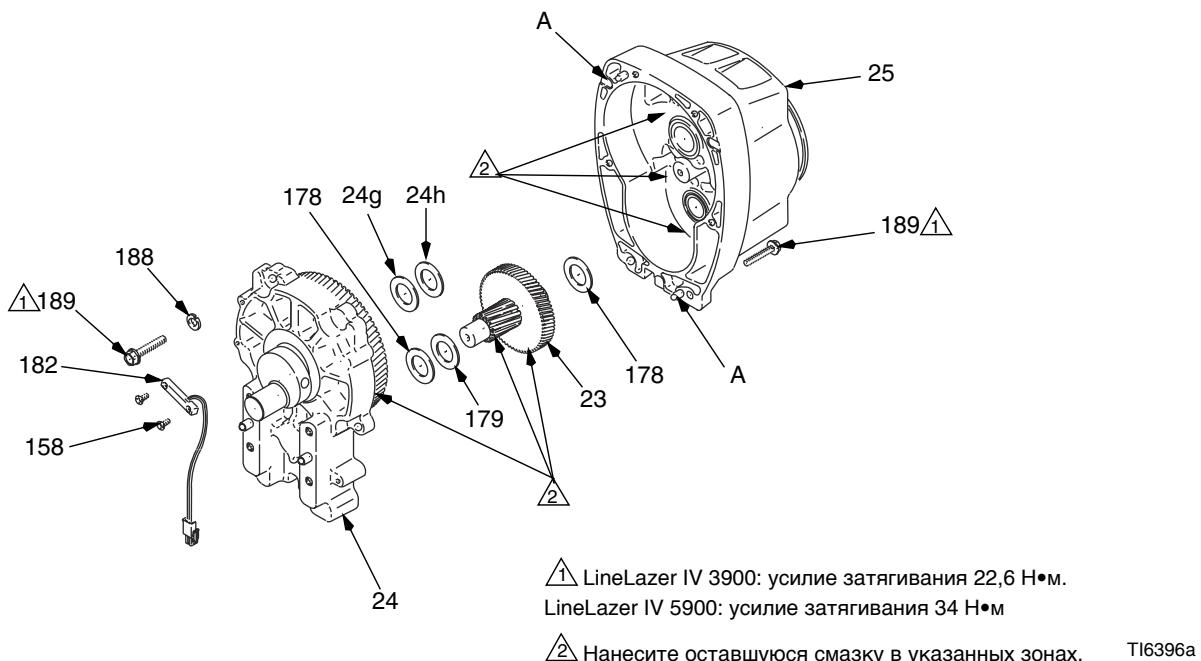

Рис. 3
- Рис. 3. Снимите корпус подшипника. Выполните действия **Корпус подшипника и шатун**, указанные на стр. 12.
- Открутите два винта (158) и снимите геркон (182).
- Выкрутите шесть винтов (189) из корпуса шестерни (25).
- Отделите корпус привода (24) легкими ударами молотка по окружности. Извлеките корпус привода непосредственно из корпуса шестерни. Будьте готовы подхватить блок шестерен (23), который, может оторваться, также.
- Обильно набейте подшипниковой смазкой (поставляемой с запасным блоком шестерен) блок шестерен (23) и указанные в примечании 2 области.
- Наденьте шайбу бронзового цвета (24g) на вал, выступающий из большого вала корпуса привода (24). Наденьте шайбу серебристого цвета (24h) на корпус шестерни. Очистите сопряженные поверхности корпусов шестерни и привода. Совместите шестерни, затем, надвиньте корпус нового привода непосредственно на корпус шестерни с установочными штифтами (A).
- Вкрутите и попеременно затяните шесть винтов (189), в соответствии с примечанием 1 к Рис. 3.
- Установите геркон (182), с использованием двух винтов (158).